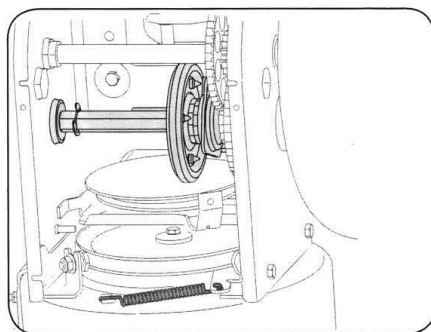

Рис.7
2. Вытащите щуп и проверьте уровень масла. См. рис. 7
3. Уровень масла будет между отметками «Высокий» и «Низкий». См. рис. 7
См. рис. 7